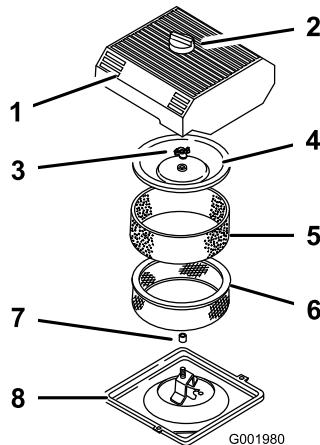

Figure 45
3. Nettoyez la surface autour du filtre à air pour éviter que des impuretés n'endommagent le moteur en tombant à l'intérieur (Figure 45).
4. Desserrez le bouton sur le couvercle du filtre à air et déposez le couvercle (Figure 45).
5. Sortez délicatement l'élément en mousse de l'élément en papier (Figure 45).
6. Dévissez l'écrou du couvercle et enlevez le couvercle et l'élément en papier (Figure 45).
1. Glissez délicatement l'élément en mousse sur l'élément en papier (Figure 45).
3. Vissez l'écrou à la main contre le couvercle (Figure 45).
4. Remettez en place le couvercle du filtre à air et le bouton (Figure 45).